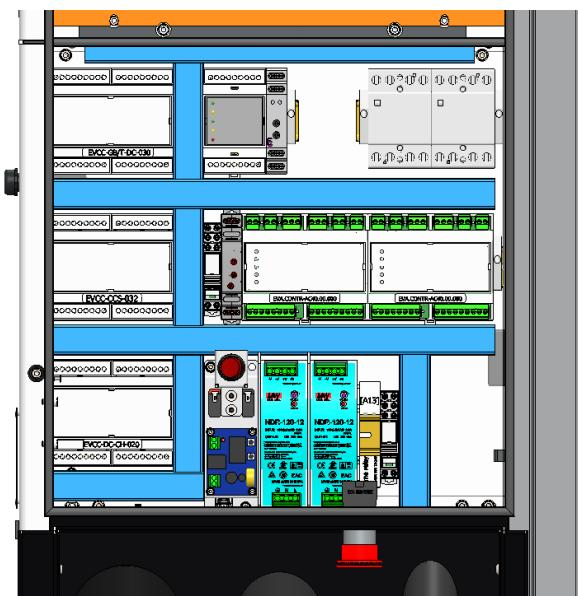

Рисунок 7.12. Контролери заряду
2. Контролери (Рисунок 7.12)
встановлюються на плату (позначаються як EVCC-CH-XXX, EVCC-CCSXXX, EVCC-GBT-XXX, EVCC-AC-XXX). Для заміни контролерів заряду (Рисунок 7.12) їх необхідно витягнути, потягнувши на протилежну сторону плати.
Видалення модему (рис. 7.12):